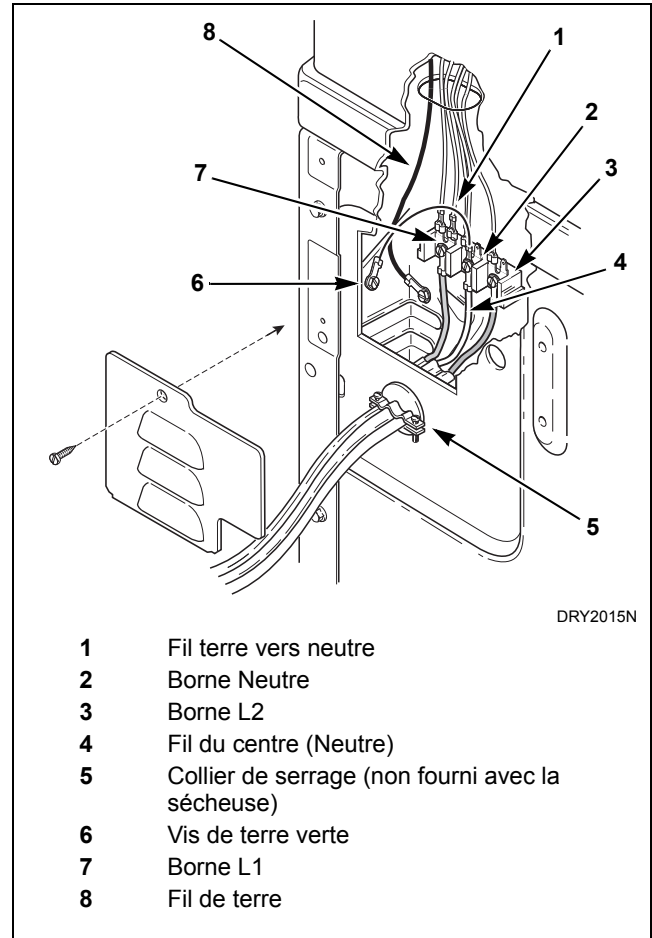

Figure 86
5. Utiliser les trois vis argentée enlevée à l'étape 3 pour attacher les fils du nouveau cordon d'alimentation et l'autre bout du fil de terre vert au bornier comme indiqué à la Figure 86.